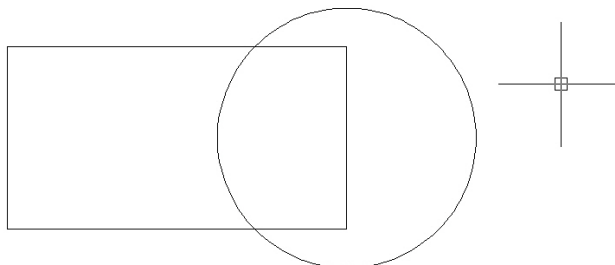

Figure 3.69
1. Essayez de reproduire schématiquement la Figure 3.69. Il s'agit d'un schéma de principe, il n'est pas important de respecter des cotes précises, seule la compréhension du concept par la manipulation compte.